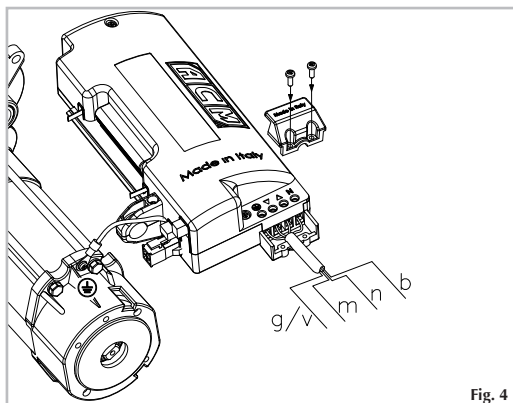

Fig. 4
- 16) Connecter le câble d'alimentation au fin de course en respectant la bonne direction (voir figure 4).
- 17) Fermer le fin de course à travers le couvercle en plastique (Z) et puis serrez les deux vis, vérifier la disposition correcte des câbles (voir figure 4).